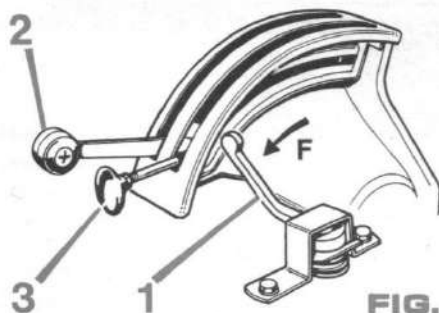

FIG. 75
a. position flottante. (FIG.75)